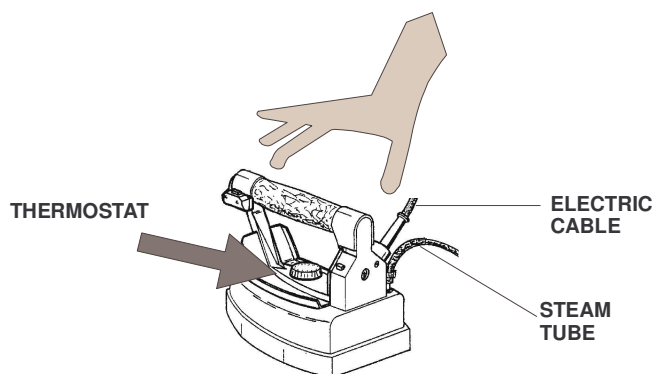

Рис. 2
2. держать нажатой на несколько секунд дольше, чем кнопку подачи пара на утюге, что поможет быстрее высушивать изделие на гладильном столе. Для более качественного глажения советуем регулятор температуры утюга (рис. 2) устанавливать в конечную позицию "cotone".
5. При сухом глажении термостат утюга (рис. 2) можно регулировать в зависимости от рекомендации по глажению конкретных тканей.
4. поврежденной электропроводке утюга (рис. 2);